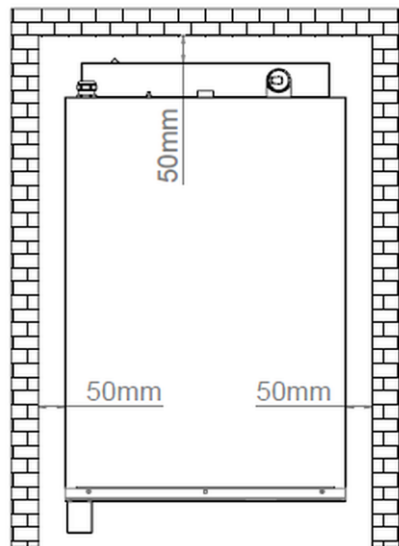

Abb. 3
- Halten Sie einen Mindestabstand von 50 mm an allen Seiten zu den Wänden und zu anderen Geräten ein (Abb. 3).